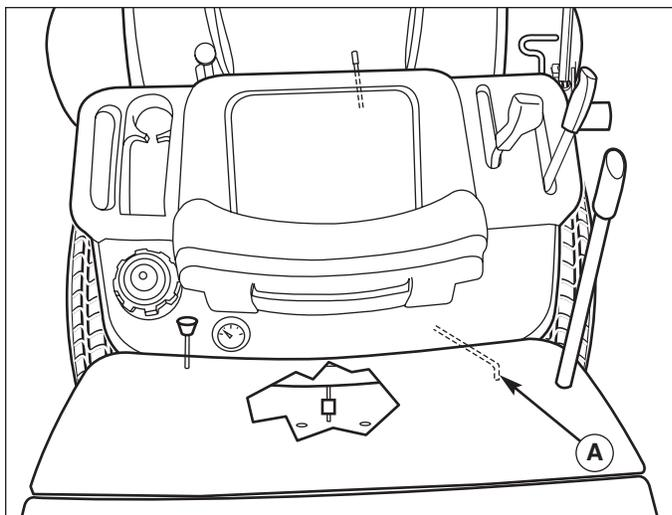

Figure 34. Levier de relâchement de la transmission
4. Tout en maintenant appuyée cette pédale de marche avant, engager et désengager le levier de valve de relâchement de la transmission (A, Figure 34) plusieurs fois.
6. Tout en maintenant appuyée cette pédale de marche arrière, engager et désengager le levier de valve de relâchement de la transmission (A, Figure 34) plusieurs fois.